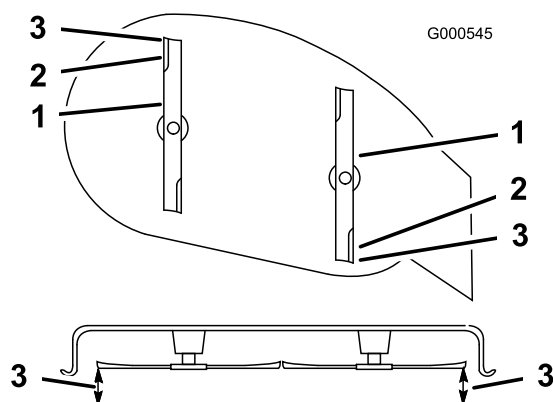

Figura 41
6. Misurate il valore dalla punta della lama anteriore e dalla punta della lama posteriore alla superficie piana (Figura 41). Se la punta della lama anteriore non è inferiore alla punta della lama posteriore di 0-6 mm, regolate il dado di bloccaggio anteriore.
Nota: Continuate la regolazione del dado finché la punta della lama anteriore non è più bassa di 0-6 mm rispetto a quella posteriore (Figura 41).